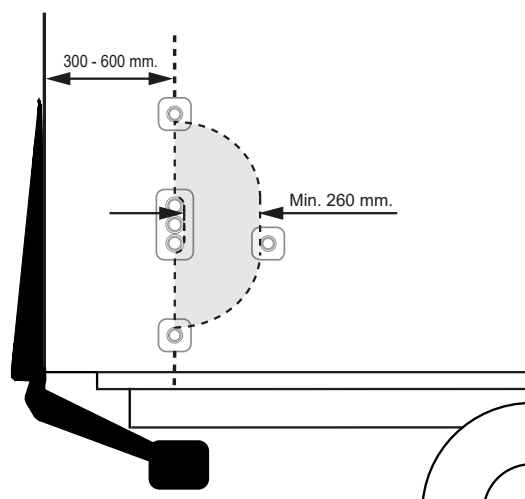

Bild 54. Montering av manöverdon CD 1 med tvåhandsfattning.
2. Avståndet mellan fordonets bakre kant och centrum på manöverdonen skall vara 300-600 mm. Avstånden mellan manöverdonen skall vara minst 260 mm. Se Bild 54.